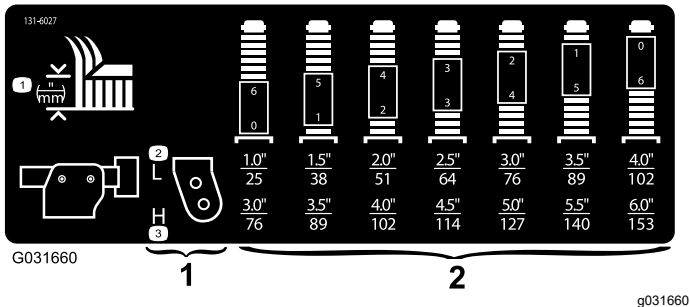

Figure 18
3. Placez les essieux des roues pivotantes dans les mêmes trous sur toutes les fourches; voir le tableau (Figure 18) pour déterminer les trous corrects pour le réglage.
Remarque: Pour déterminer les combinaisons d'entretoises requises pour les différentes hauteurs de coupe, reportez-vous au tableau (Figure 18).